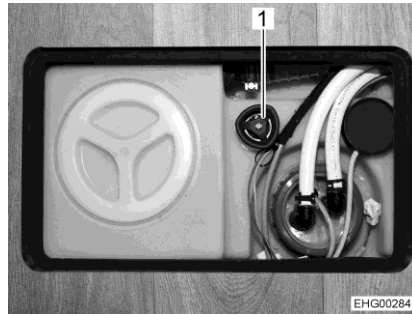

Fig. 105 Tirador giratorio (depósito de agua)
- Girar el tirador giratorio (Fig. 105,1) sobre el depósito de agua en sentido de las agujas del reloj, hasta el tope.
- Girar el tirador giratorio (Fig. 105,1) sobre el depósito de agua en sentido contrario a las agujas del reloj, hasta primera pestaña. El agua se saldrá hasta aprox. 20 litros.
- Girar el tirador giratorio (Fig. 105,1) del depósito de agua en sentido contrario a las agujas del reloj sobrepasando la resistencia, para abrir el orificio de salida completamente.